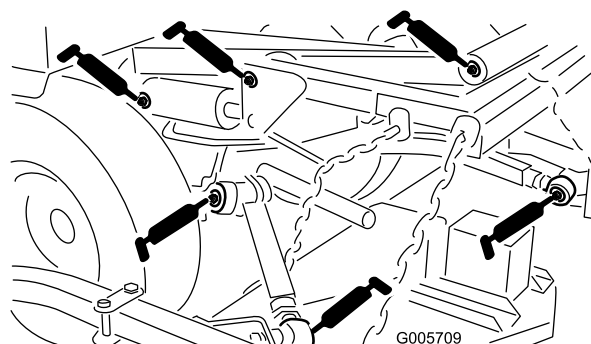

Figure 35
- Arbre de PDF et chapes (3) (Figure 35)
- Pivots de bras de relevage (Figure 35)
- Rotules de bras de poussée droit et gauche (Figure 35)